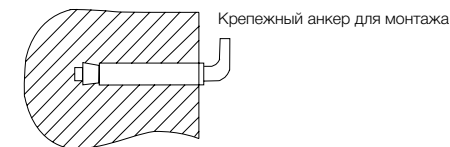

Рис. 4
2. После выбора места монтажа определите места под два крепежных болта с крючками (в зависимости от спецификации выбранного изделия). Прodelайте в стене два отверстия необходимой глубины с помощью сверла размером, соответствующим размеру крепежных болтов, вставьте винты, поверните крюк вверх, плотно затяните гайки, а затем установите на него электрический водонагреватель (см. рис. 4).